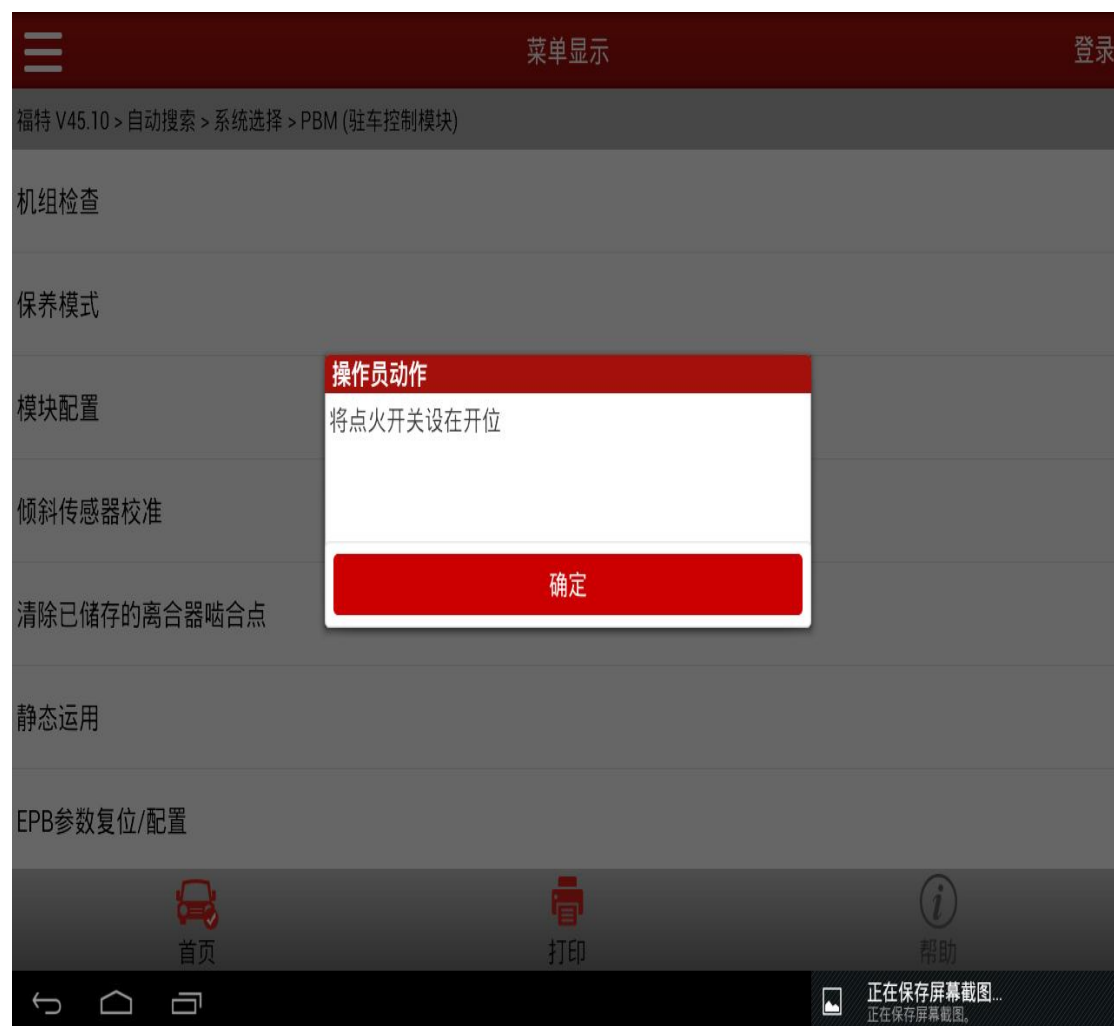

图 3
3). 提示：将点火开关设在开位。（如图 3），点击“确定”进入下一步；